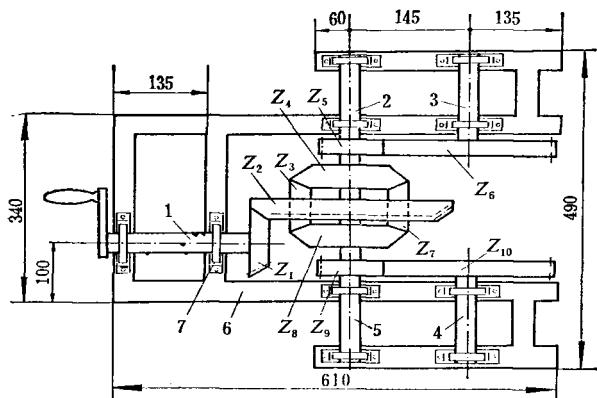

图 18 拖拉机后桥模型的组装
**5. 组装** 按图 18 做一个木架，上面安有 10 个轴承座。将所有齿轮浸蜡，以保证传动灵活。然后，把左、右半轴靠近圆锥齿轮的轴承装进大圆锥齿轮的中心孔内，使两个行星齿轮同时和两个半轴圆锥齿轮啮合好，再将其安放在支架中间的四个轴承座上。再依次安好其他齿轮。最后，用轴承盖将所有轴承压紧，整个模型就做好了。